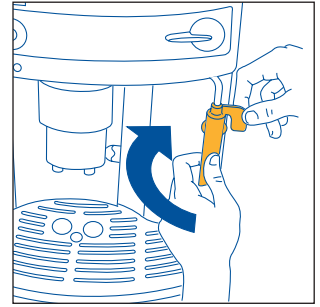

Fig.25
- Gire el mando en sentido de las agujas del reloj y, con una mano, mantenga firme la perilla del tubo del emulsionador y con la otra, desenrósqelo hacia la derecha y extráigalo hacia abajo (fig. 25).